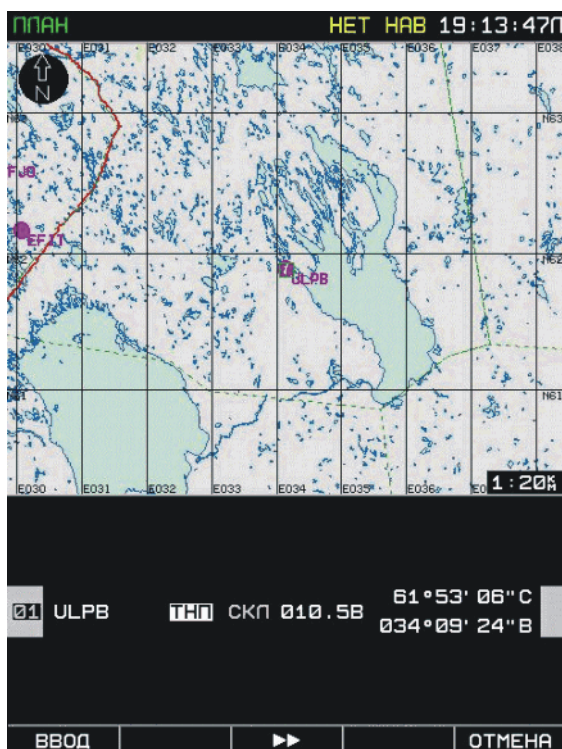

Рис. 50. Вид дисплея при успешном завершении поиска навигационной точки по позывному ППМ
**найдена** навигационная точка. Вид дисплея при успешном завершении поиска представлен на Рис. 50. **Будьте внимательны!** В базе данных может быть несколько точек с одинаковым позывным, отличающихся географическими координатами или признаком аэронавигационной точки. В этом случае, необходимо повторно нажать кнопку ПОИСК и попытаться отыскать требуемую навигационную точку. **Особое внимание** уделите признаку ППМ, если ввели позывной аэродрома, а при ПОИСКЕ выдано обозначение аэродрома с признаком "I", нажмите ПОИСК еще раз. Если введете в план маршрута аэродром с индексом "I", то изделие не позволит выбрать схемы SID и STAR для данного аэродрома (см. Таблица 13);